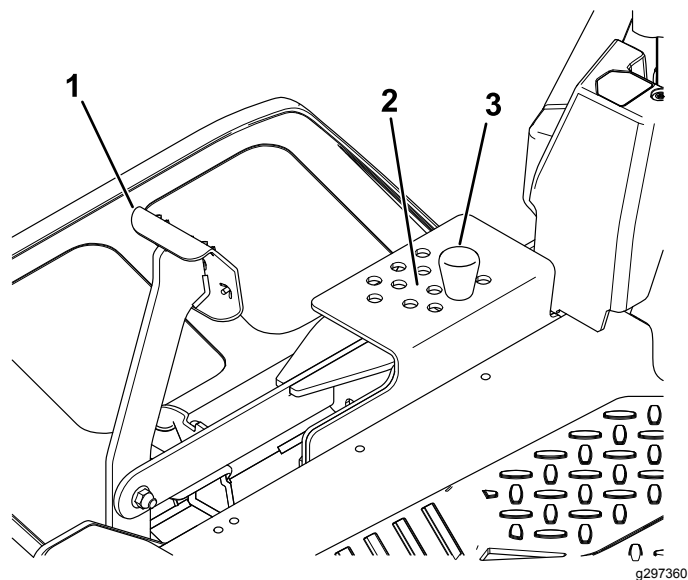

Figura 35
2. Para ajustar la altura de corte, retire el pasador del soporte de altura de corte (Figura 35).
3. Seleccione el taladro del sistema de altura de corte que corresponde a la altura de corte deseada, e inserte el pasador (Figura 35).